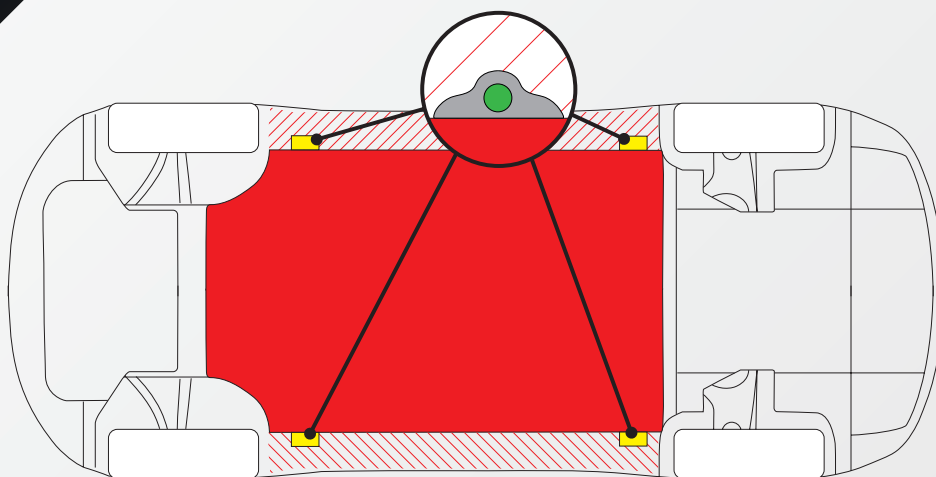

Abbildung 2
2. Abb. 2: Suchen Sie die entsprechenden Anbockpunkte am Fahrzeug (gelb markiert). Stellen Sie sicher, dass alle Punkte frei von Schmutz sind und setzen Sie die Adapter 33 10 2272 ein (grün markiert). Positionieren Sie die Hubarmanlagen unter den Adaptern, um Beschädigungen im Bereich der Hochspannungsbatterie (rot markiert) zu vermeiden.